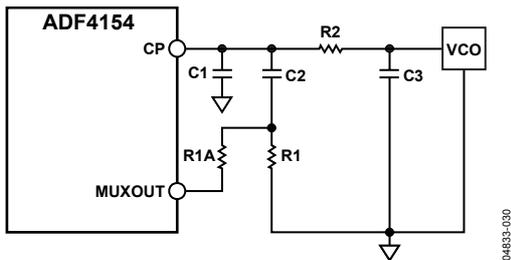

図23.回路 2—高速ロック・ループ・フィルタ回路
- 回路 2: 追加抵抗(R1A)を直接 MUXOUT に接続(図 23 参照)。追加抵抗と制動抵抗(R1)の並列接続が R1 の元の値の $\frac{1}{4}$ になるように追加抵抗を選択します(図 23 参照)。